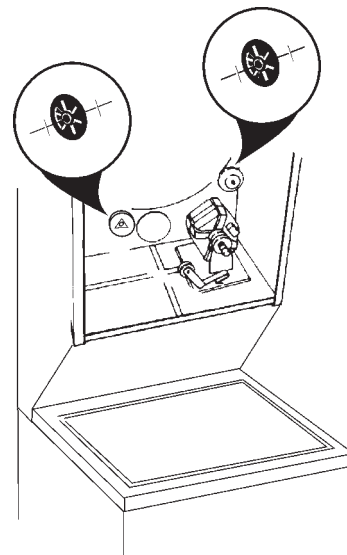

Figure 8
1. Déposer les bagues triangulaires de l'arbre à galets à l'aide d'un tournevis. Déposer les galets et les autres bagues triangulaires. Voir la Figure 8.